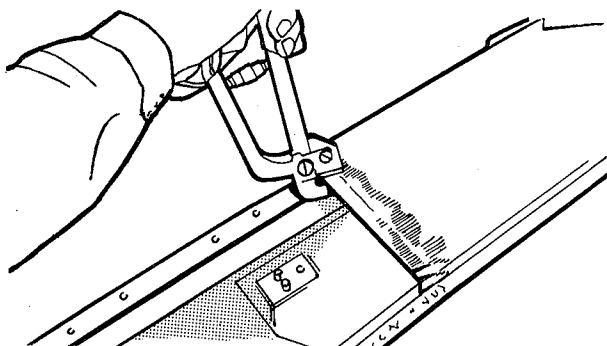

fig. 125
2. Fazer abas nas extremidades cortadas, com uma ferramenta de fazer rebaixos (fig. 125)